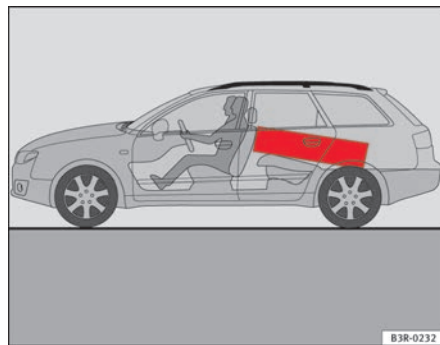

Fig. 116 Sistemare i carichi pesanti quanto più possibile in avanti.
- Sistemare i carichi pesanti quanto più possibile in avanti ⇒ fig. 116.